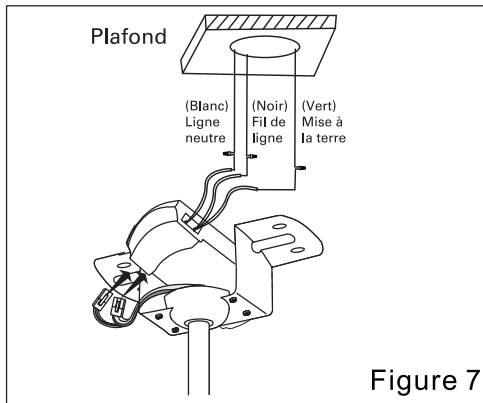

Figure 7
6. Télécommande et instructions de câblage. (Figure 7)